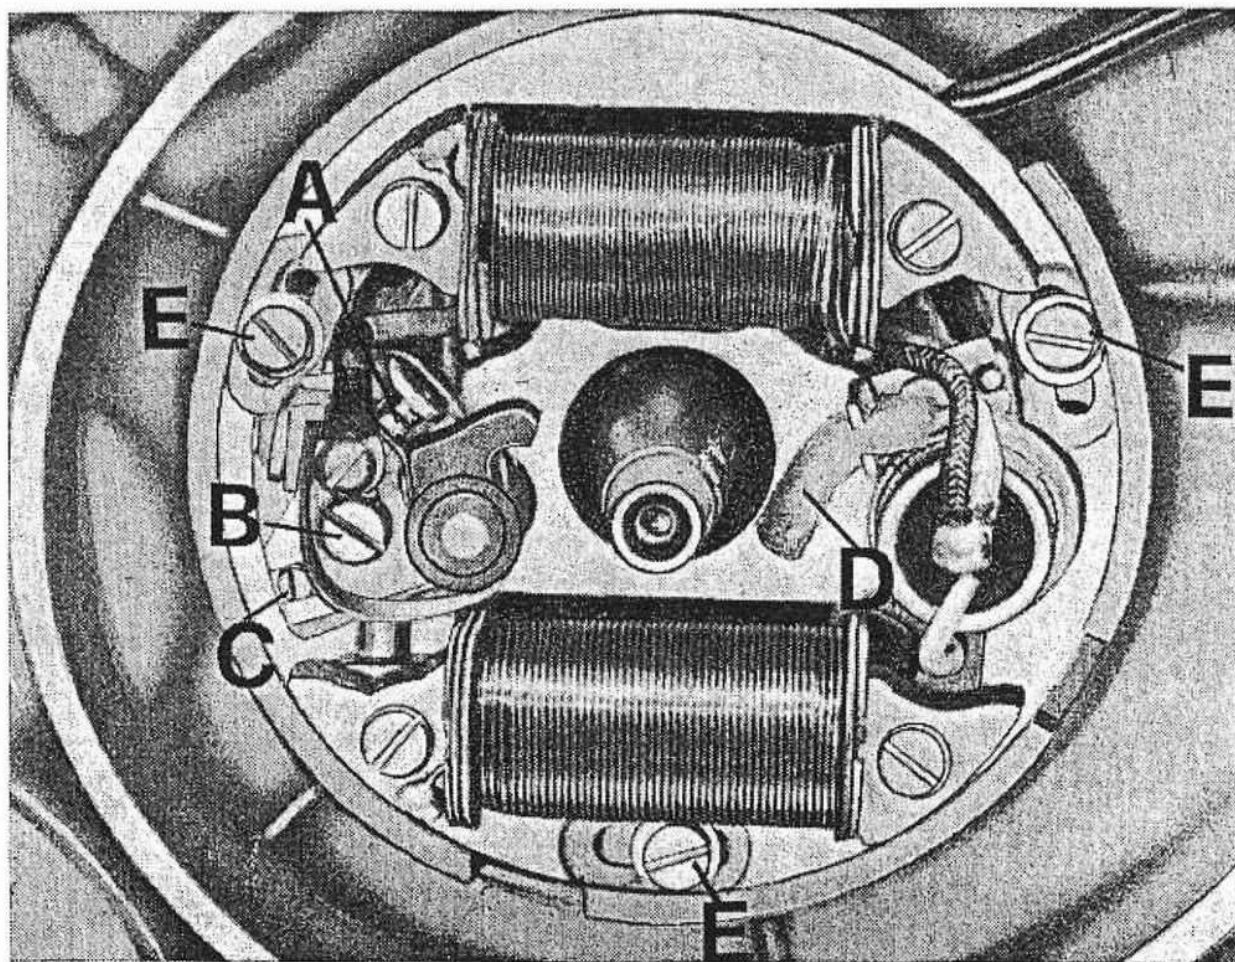

Fig. 19
Ruttore d'accensione (ved. fig. 19)
N.B. - Nella fig. 19 il volano appare smontato; lo smontaggio è stato effettuato al solo scopo di poter mostrare quali sono le parti da lubrificare e registrare; la manutenzione di queste parti viene eseguita attraverso le finestre del volano, ruotandolo opportunamente.
Se i contatti si aprono prima o dopo il punto stabilito, occorre allentare le viti (E) di fig. 19 che bloccano la parte fissa del volano al basamento, indi ruotare quest'ultimo a